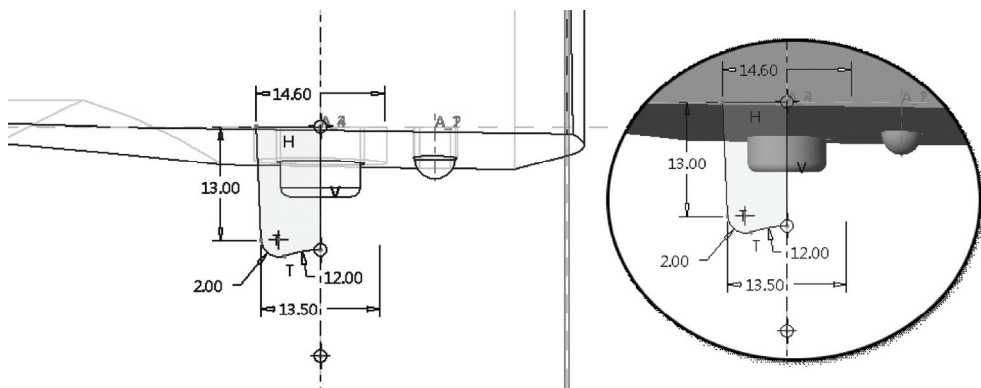

图 12-124 草绘旋转截面及旋转中心线
2) 单击 (参考) 按钮指定所需的绘图与标注参考, 接着绘制图 12-124 所示的旋转截面及旋转中心线, 单击 (确定) 按钮。